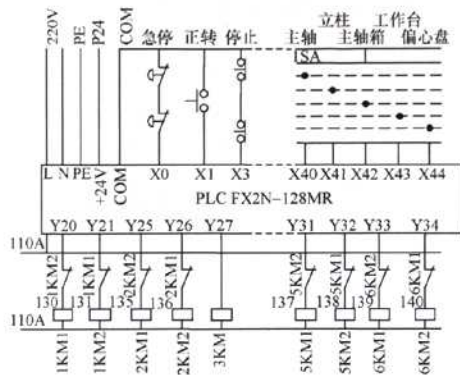

图 4 PLC 输入输出
(3) 控制部分改造 原配电柜电器元件、线路老化, 这次改造重新制作配电柜, 所有电器元件、接线端子、电线及电缆等全部更新, 可编程控制器采用三菱 FX2N 系列, 重新编制控制程序。PLC 主要输入、输出接线如图 4 所示。